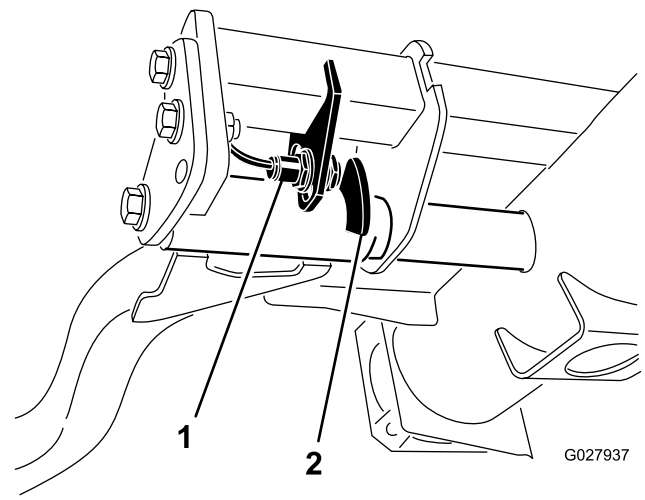

Figura 68
2. O interruptor do braço de elevação encontra-se por baixo do depósito hidráulico por trás do braço de elevação direito dianteiro (Figura 68).
3. Solte os parafusos de montagem do interruptor e desloque o interruptor para baixo para aumentar a altura de viragem do braço de elevação ou desloque o interruptor para cima para diminuir a altura de viragem do braço de elevação (Figura 68).